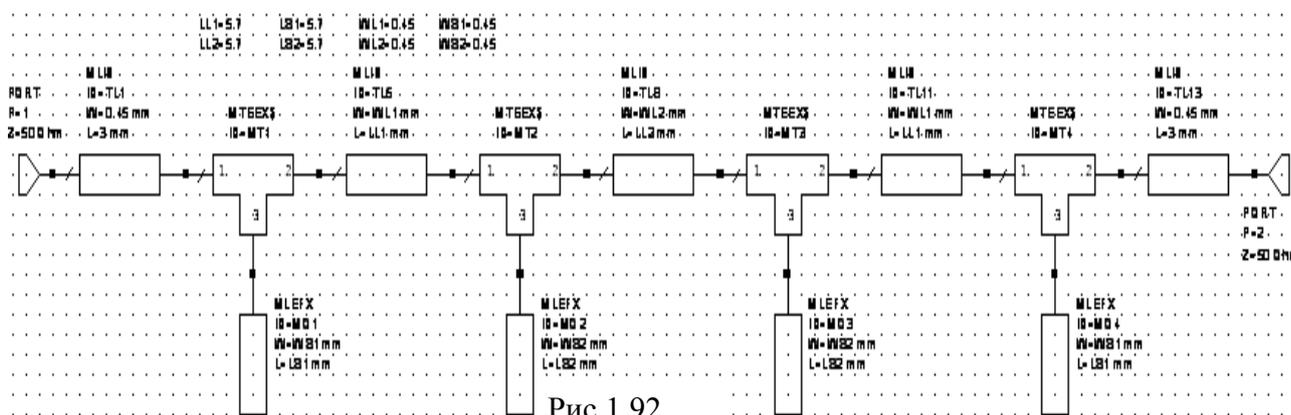

Рис.1.92
4. Дважды щёлкая мышкой по переменным, присвойте им первоначальные значения, как будто схема создаётся впервые: **LL1=5.7**, **LL2=5.7**, **LS1=5.7**, **LS2=5.7**, **WL1=0.45**, **WL2=0.45**, **WS1=0.45** и **WS2=0.45**. Схема должна выглядеть, как на рис. 1.92.